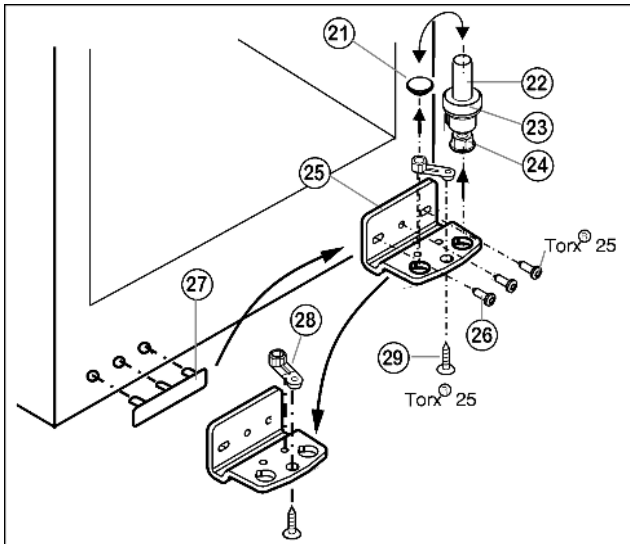

Fig. 6
- ▶ Visą atraminį varžtą *Fig. 6 (22)* ištraukite į viršų su poveržle *Fig. 6 (23)* ir reguliavimo kojele *Fig. 6 (24)*.
- ▶ Nukelkite kaištį *Fig. 6 (21)*.
- ▶ Atraminę gembę *Fig. 6 (25)* atsukite *Fig. 6 (26)*.
- ▶ Atraminę dalį *Fig. 6 (28)* atsukite *Fig. 6 (29)* ir perkeltite į priešingoje atraminės gembės pusėje esančią tvirtinimo angą bei vėl priveržkite.
- ▶ Rankenos pusės dengiamąją plokštelę *Fig. 6 (27)* atsargiai nuimkite ir perkeltite į priešingą pusę.
- ▶ Atraminę gembę *Fig. 6 (25)* kitoje lanksto pusėje **tvirtai (su 4 Nm)** vėl priveržkite, jei reikia, akumuliatoriniu atsuktuvu.
- ▶ Įstatykite kaištį *Fig. 6 (21)* vėl į kitą skylę.
- ▶ Vėl įstatykite iki galo atraminį varžtą *Fig. 6 (22)* su poveržle ir reguliavimo kojele. Atkreipkite dėmesį į tai, kad fiksavimo kumštėlis būtų nukreiptas į galą.
- ▶ Duris iš viršaus uždėkite ant apatinio atraminio varžto *Fig. 6 (22)*.
- ▶ Jei reikia, per abi išilgines angas atraminės gembės apačioje *Fig. 6 (25)* duris sureguliuokite taip, kad durų ir prietaiso korpuso kraštai būtų vienoje linijoje. Tam išsukite vidurinį varžtą.